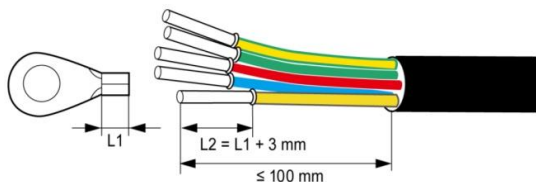

Fig 5.6 Terminale del cavo a crimpare
- (2) In base alla Tabella 5-1, i cinque fili della rete elettrica pubblica trifase L1, L2, L3, N (opzionale) e PE sono collegati all'interfaccia del connettore CA, accertandosi che il conduttore non sia nudo e che sia premuto saldamente, come mostrato in Fig 5.6;